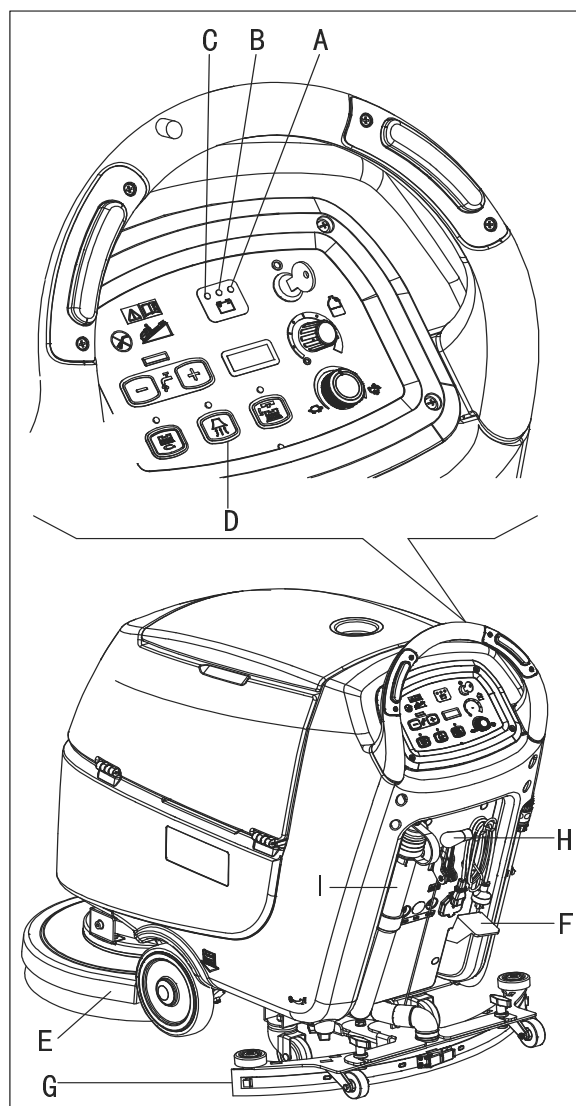

Figura 12
Atât timp cât ledul verde de avertizare (A, Figura 12) rămâne aprins, bateriile vor permite mașinii să funcționeze în mod normal. Când ledul verde de avertizare (A) se stinge și ledul galben de avertizare (B) se aprinde, se recomandă încărcarea bateriilor, întrucât durata de funcționare a bateriilor va fi de doar câteva minute (în funcție de caracteristicile bateriei și de lucrarea care se execută). Când ledul roșu de avertizare (C) se aprinde, bateriile sunt complet descărcate. După câteva secunde, peria/suportul de lavetă se va opri automat, în timp ce sistemul de aspirare și (numai la mașinile cu tracțiune) motorul de tracțiune vor rămâne în funcțiune, pentru finalizarea operațiunii de uscare a podelei și pentru deplasarea mașinii la locul de reîncărcare a bateriilor.